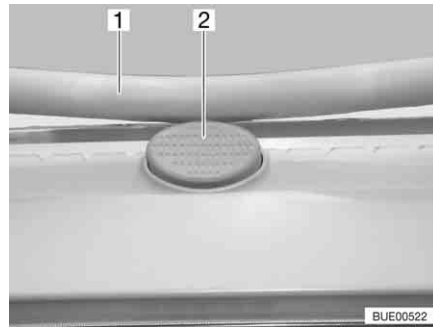

Bild 84 Låsknapp på Heki-takluckan
- Tryck på låsknappen (Bild 84,2) och dra ner bygel (Bild 84,1) med båda händerna.
- Tryck bygel uppåt med båda händerna tills bygel ligger ovanför låsknappen (Bild 84,2).
- Tryck på låsknappen (Bild 84,2) och dra ner bygeln (Bild 84,1) med båda händerna.